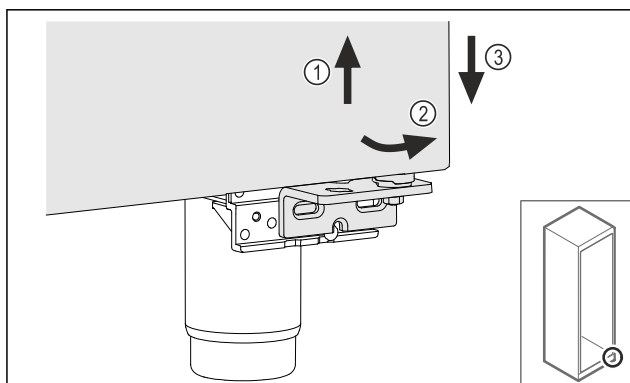

Fig. 24
- ▶ Mírně zvedněte dveře Fig. 24 (1), nakloňte je dopředu ve spodní části Fig. 24 (2) a spusťte je Fig. 24 (3).